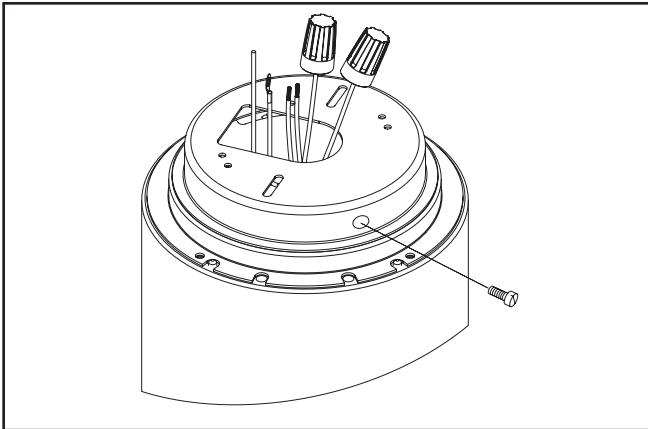

Figura 1.
2. Gire la placa de montaje en sentido contrario a las agujas del reloj para separarla del conjunto y extraerla del cilindro. (Figura 1).